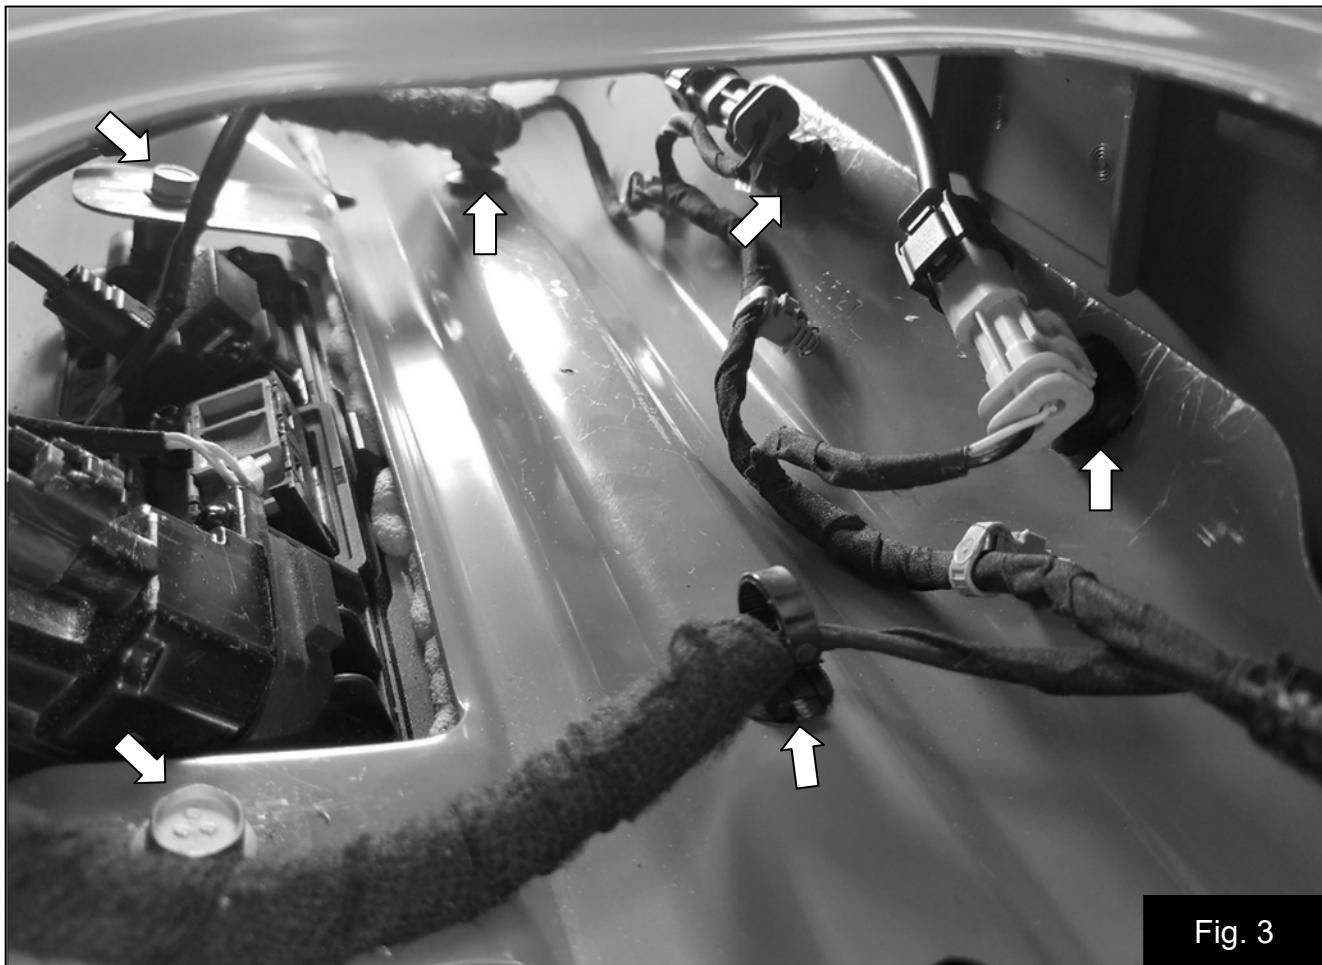

Fig. 3
4. Desserrez les deux boulons retenant la poignée du hayon. Fig. 3
5. Retirez les dispositifs de retenue des fils indiqués. Fig. 3